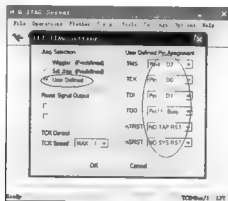

图 6-24 H-JTAG 设置
(1) 打开 H-JTAG，然后设置，选择“Settings”菜单的“LPT JTAG Settings”项，按如图 6-24 所示进行设置。